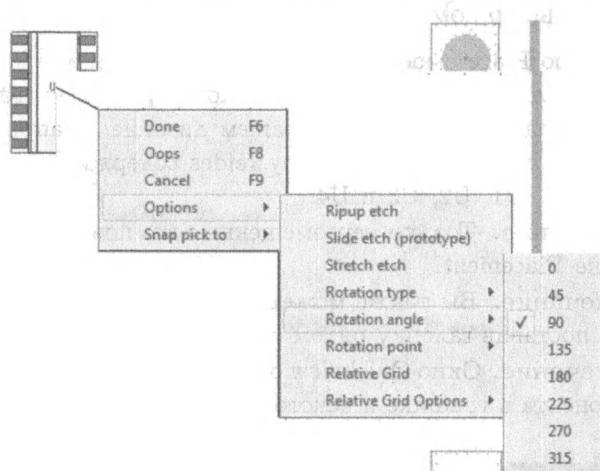

Рис. 21.20. Установка параметров поворота компонента
**Примечание.** Убедитесь, что угол поворота определяется в панели Options. Для нашего проекта угол поворота  $90^\circ$  (рис. 21.20).